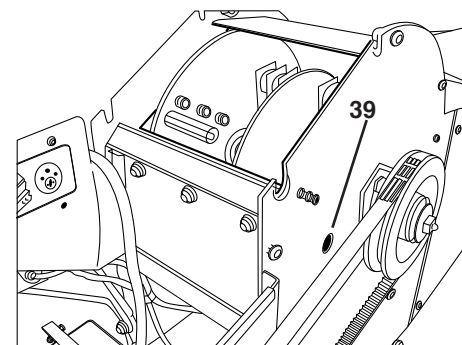

Figure 33
- Un orifice de montage (39) (gros trou, voir « Figure 33 ») se trouve dans la paroi du capot de courroie.